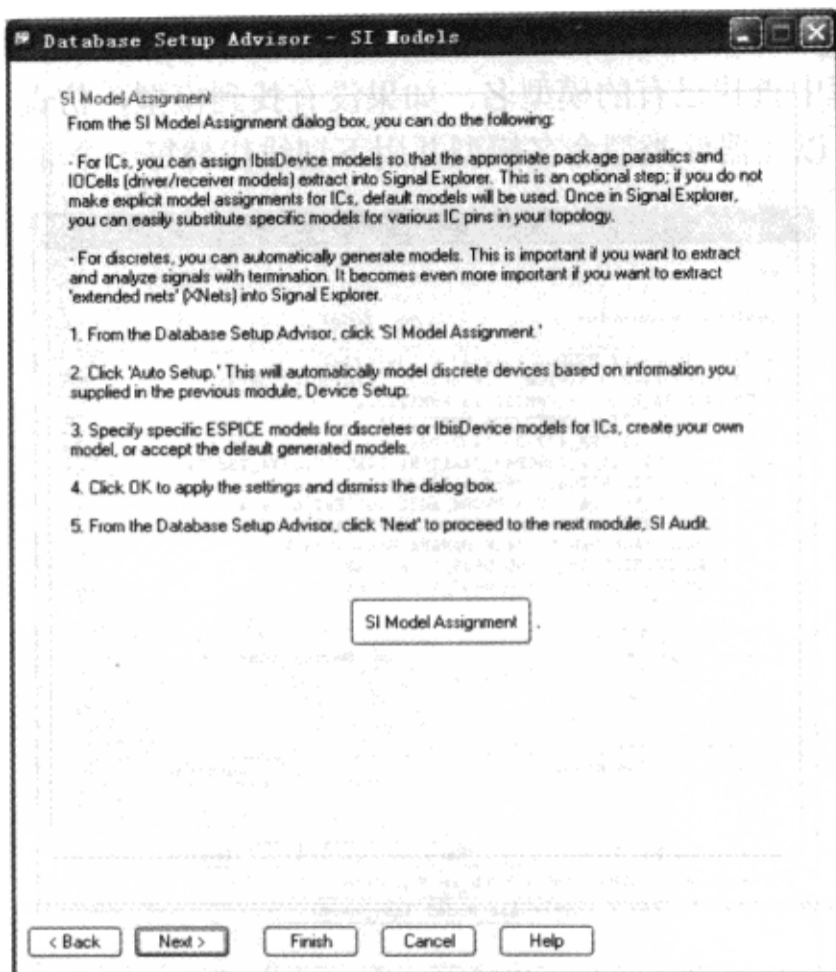

图 2-6-16 “Database Setup Advisor – SI Models” 窗口
(8) 关闭“Device Setup Changes”窗口。
(9) 在“Database Setup Advisor - Device Setup”窗口中单击“Next”按钮，进入“Database Setup Advisor - SI Models”窗口，如图 2-6-16 所示。